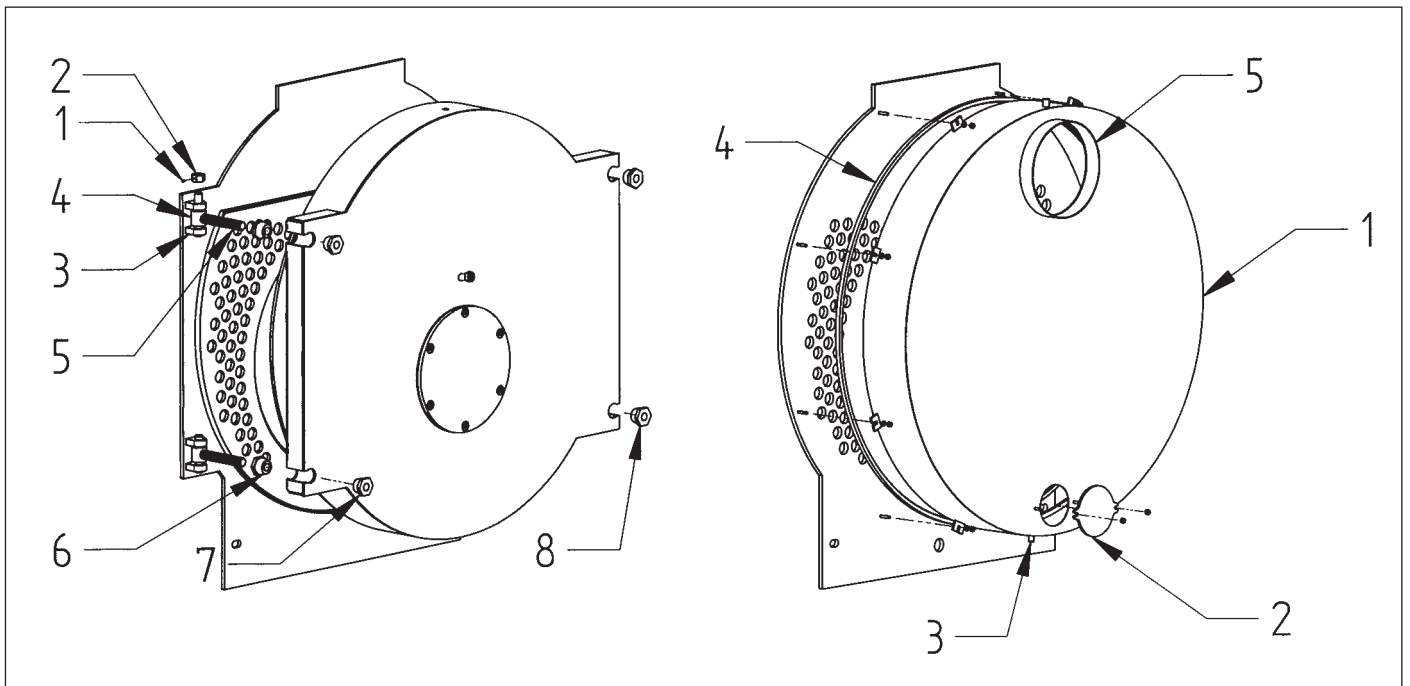

рис. 10
- полностью открыть дверцу (рис. 10)
- удалить сажу из заднего дымового короба (рис. 10)